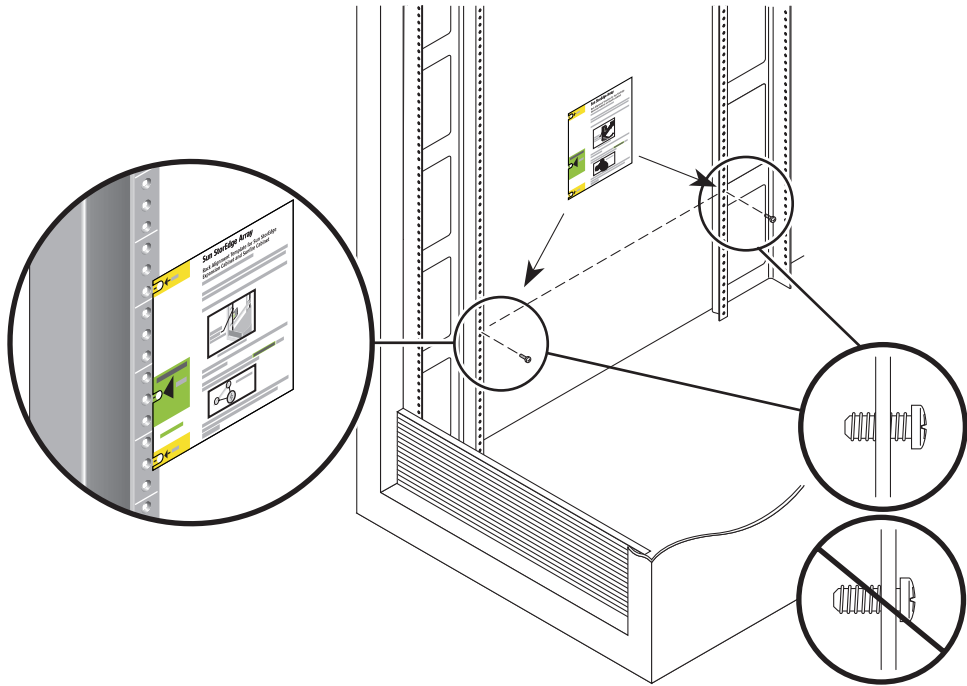

FIGURE 2-3 Insertion des vis dans les trous de montage et positionnement du calibre d'alignement du rack
2. Insérez quatre vis 10-32 (deux par côté) dans les trous de montage avant et arrière de l'armoire (FIGURE 2-3). Ne serrez pas pour le moment. Ces vis vous serviront à accrocher les rails latéraux.
3. Repérez les trous de montage appropriés en utilisant le calibre d'alignement du rack pour l'armoire Sun StorEdge Expansion (FIGURE 2-3).